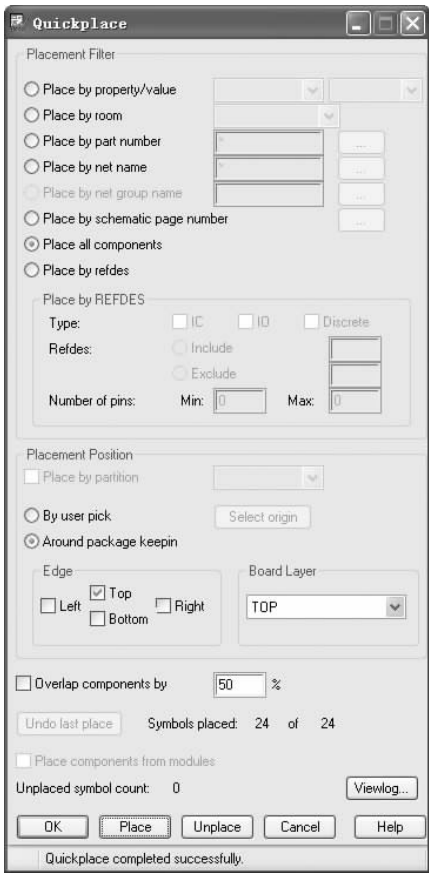
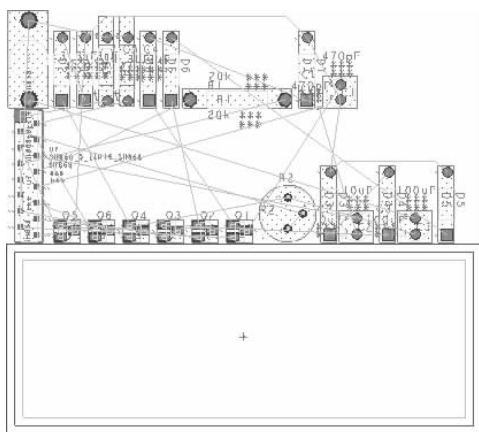

图 12-91 “Quickplace（快速摆放）”对话框
图 12-92 元件摆放结果
2) 单击  按钮，对元件进行摆放操作，显示摆放成功，对话框如图 12-91 所示，单击  按钮，关闭对话框，电路板元件摆放结果如图 12-92 所示。